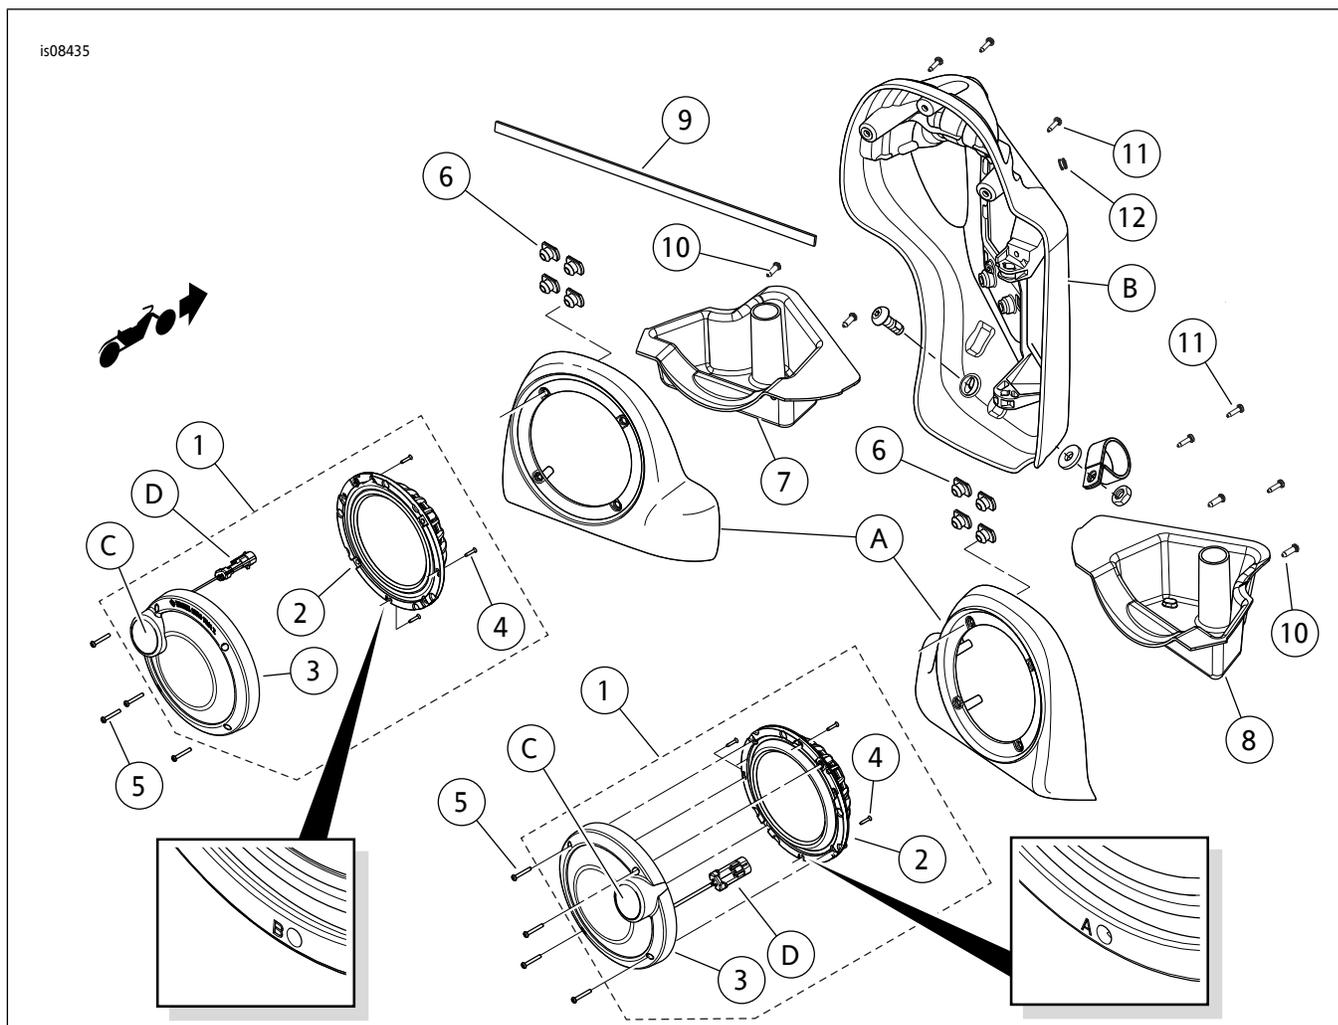

图12. 维修零件: Boom! AudioStage II挡风板下部扬声器套件
为了便于组装，首先将螺丝(参见图12，项目10)安装到不带托盘的音箱上。取下螺丝。
15. 参见图12。将开口套环(12)分开。将套环套在线束分支上。安装到挡风板上钻出的孔中。
19. 参见图12。将扬声器音箱内的扬声器线路连接器与新低音扬声器后部的铲形接线端相连接。不同大小的铲形触头可防止装配错误的情况。